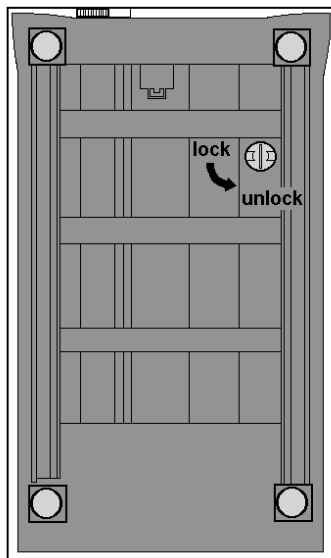

Figure 2: Déverrouillage (partie inférieure)
2. Le second bouton de verrouillage est disposé dans la partie inférieure (figure 2) du scanner. Tournez-le un quart de tour dans le sens contraire des aiguilles d'une montre afin de déverrouiller le scanner (position *unlock*).